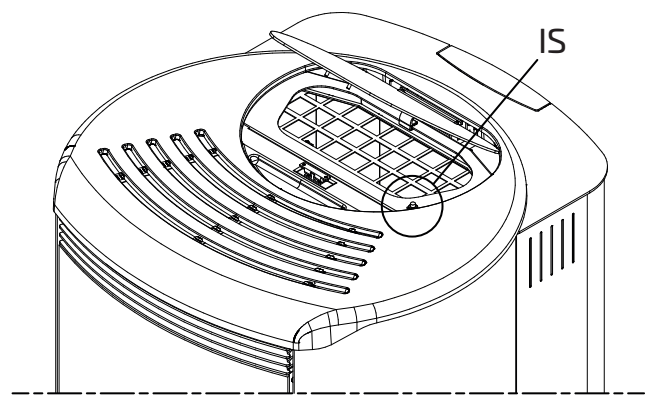

Fig. 8.1
Sicherstellen, dass der Deckel des Tanks ordnungsgemäß geschlossen ist, nachdem der Tank mit Pellets befüllt wurde. Ein Sicherheitsschalter (IS) überprüft die korrekte Schließung (Abb. 8.1).